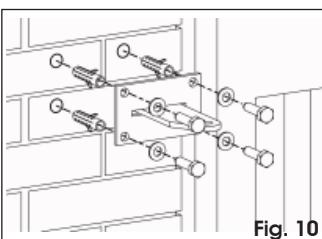

Fig. 10
- Bevestig alles aan de pilaar met behulp van geschikte bevestigingssystemen (Fig. 10).